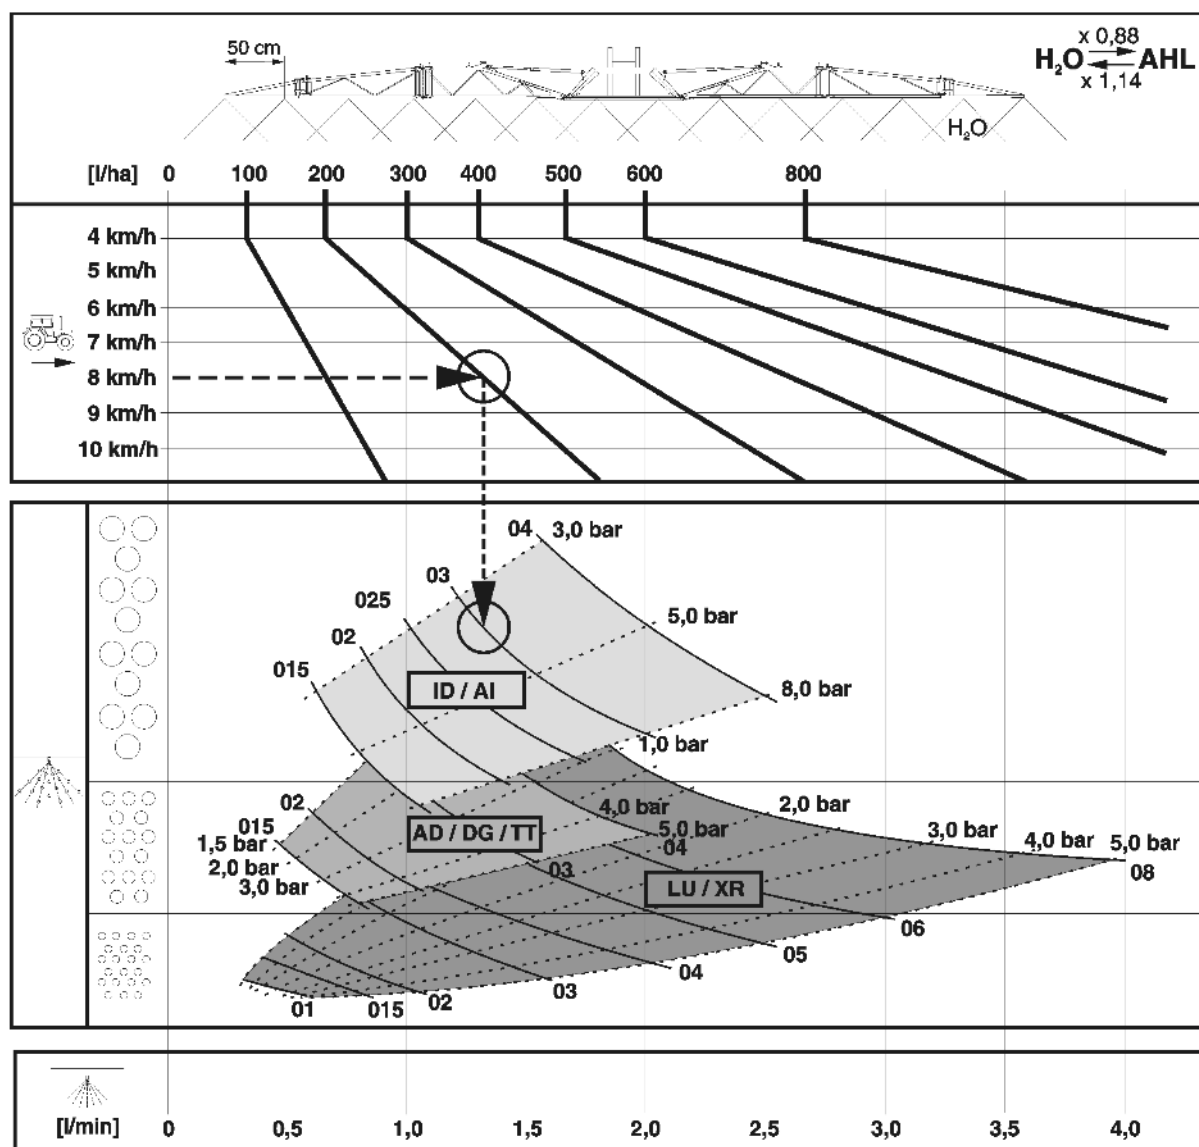

Fig. 207
- Fig. 207 brukes til
4. Gå til sprøytetabellen (Fig. 207).